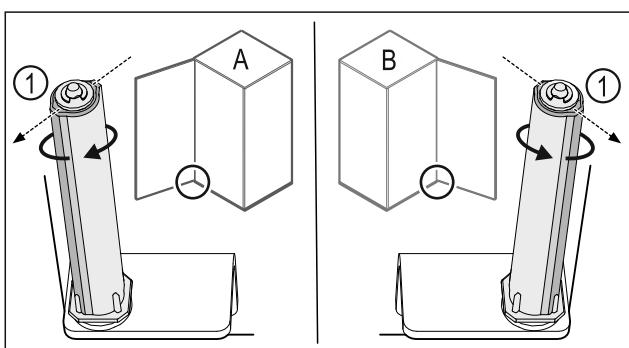

Fig. 44 左门挡 (A) / 右门挡 (B)
- ▶ 克服阻力转动关门系统，直至关门系统 Fig. 44 (1)的连接片朝外。